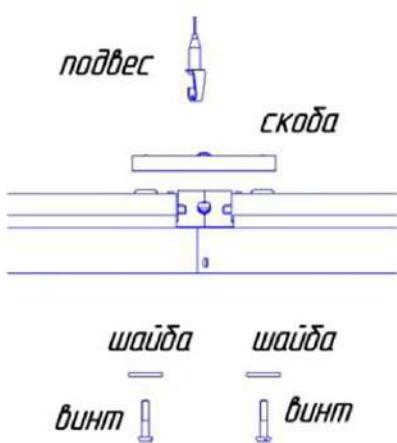
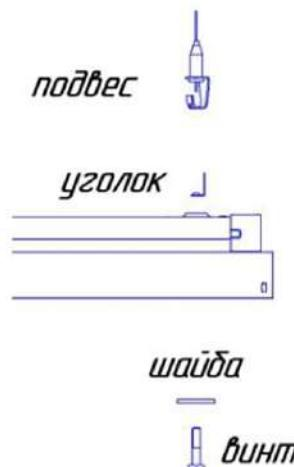

Рис. 8
Рис. 9
- 5.8. В случае необходимости соединения светильников в линию, для соединения соседних светильников руководствуются рис.8 и 10, где скоба приворачивается к светильнику с помощью прилагаемых шайб и винтов, а отражатели соединяются фиксаторами. К крайнему в линии светильнику приворачивают уголок с помощью винта и шайбы Рис.9. Полученная конструкция вывешивается на необходимую высоту с помощью прилагаемых подвесов.